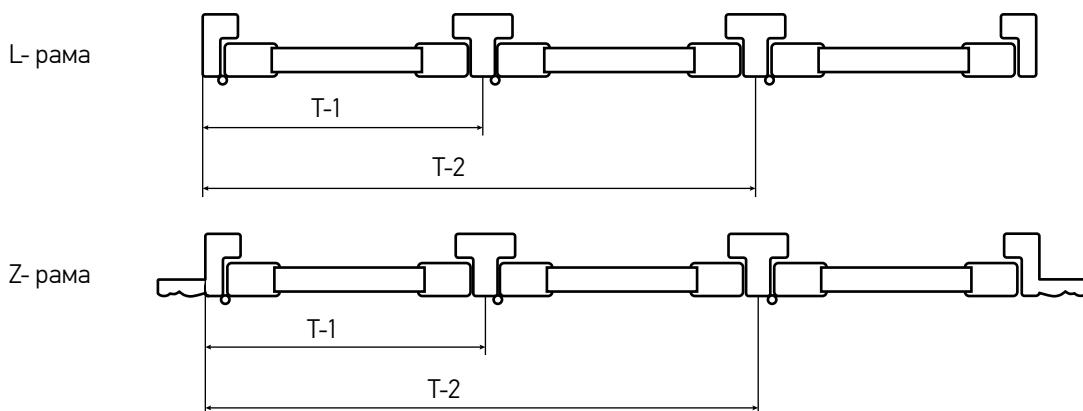

Рис. 18
6.1 Для вертикальной Т- образной рамы измерьте расстояние от крайней левой точки до центра Т- образной рамы (T1, T2 и т.д.) (Рис.18)